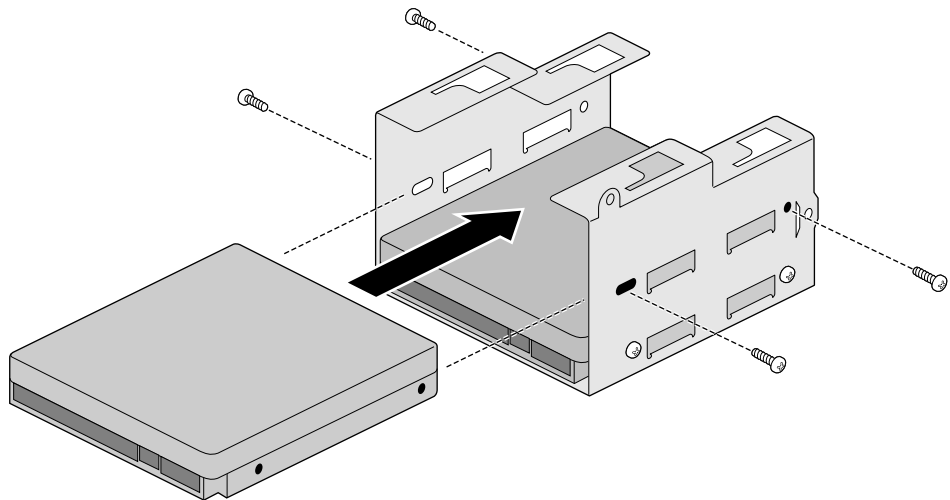

Figura 4-12 Inserimento di un disco rigido interno nel supporto
10. Inserire e stringere le quattro viti, come illustrato nella Figura 4-12.